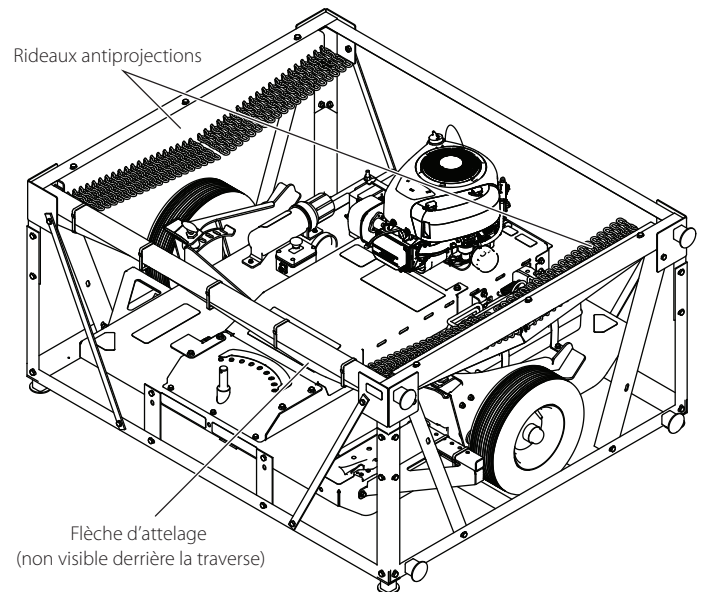

Figure 3
2. Sortir les rideaux antiprojection et la flèche d'attelage de la caisse. Voir Figure 3